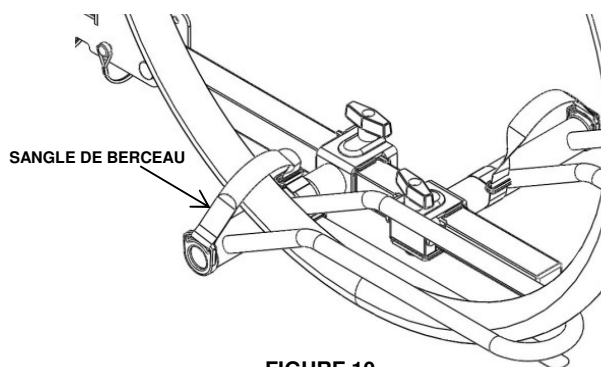

FIGURE 10
5. Attacher les sangles de berceau par-dessus les roues. (Fig. 10)